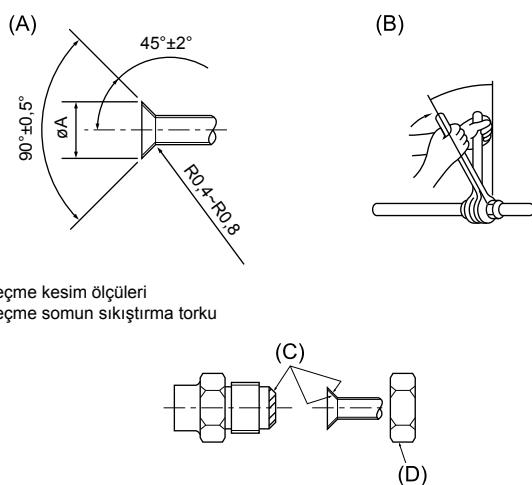

Fig. 4-1
### 4.2. Boruların bağlanması (Fig. 4-1)
(A) (Fig. 4-1)
(B) (Fig. 4-1)